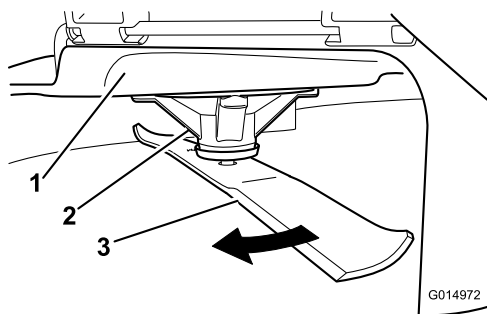

Figura 72
2. Indossando guanti dalla spessa imbottitura o altre protezioni idonee per le mani, ruotate lentamente la lama in una posizione che consenta di misurare la distanza tra il bordo di taglio e la superficie piana su cui si trova la macchina (**Figura 72**).